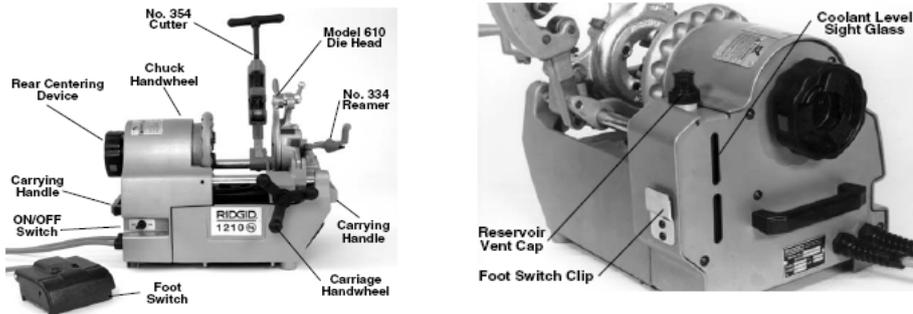

图1 — 1210套丝机
1. 确认机器插头已拔出插座，并且开关置于关闭状态（见图1）。
4. 检查脚踏开关已连接（见图1）。